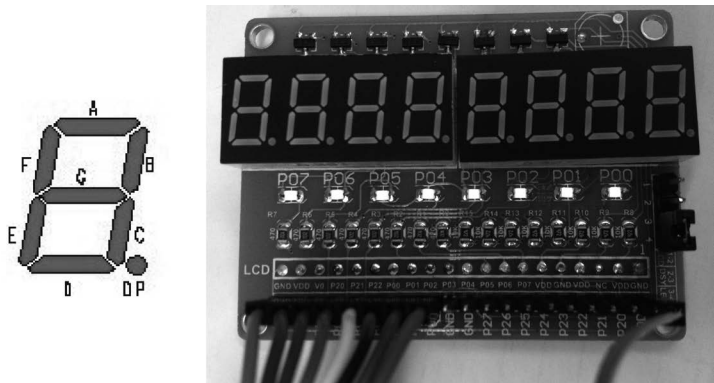

图 3-14 数码管示意图
(1) 一个数码管有 8 段,分别为 A、B、C、D、E、F、G、DP,即由 8 个发光二极管组成,如图 3-14 所示。